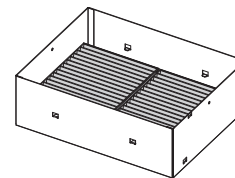

Figura 3
- Cuando las dos unidades de filtro de aire están instaladas (Figura 3), continúe en “Instalación de la cubierta para filtro de larga duración” (➔ página 224).